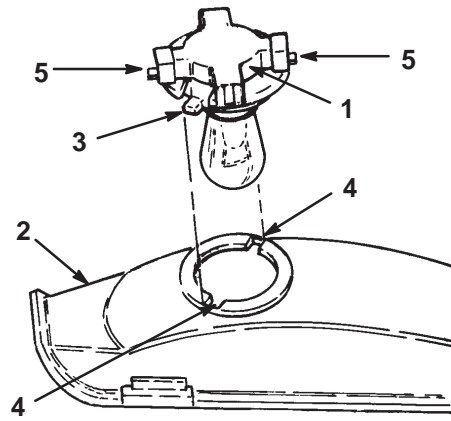

Figure 25
3. Dévissez l'embase d'un quart de tour vers la gauche et déposez-la du réflecteur (Fig. 25).
2. L'embase de l'ampoule présente deux languettes (Fig. 25). Alignez ces languettes et les rainures du réflecteur, insérez l'embase dans le réflecteur et vissez-la à fond d'un quart de tour vers la droite.